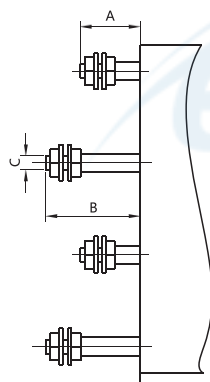

图 8
注：a、①安装板开孔 b、螺栓后接线端子见图8和表9
c、螺栓后接线端子见图8和表9